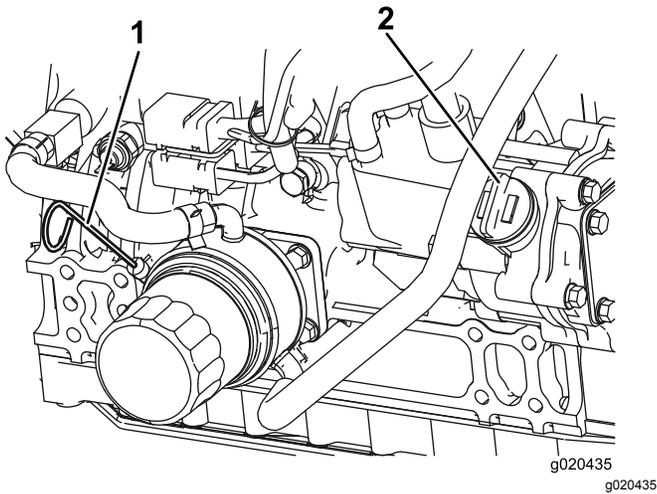

Figura 53
Nota: Il livello dell'olio deve trovarsi tra i parametri di sicurezza (Figura 53).
- Se l'olio non raggiunge i parametri di sicurezza, togliete il tappo di riempimento (Figura 53) e aggiungete olio finché il livello non raggiunge la tacca Full. **Non riempite troppo.**